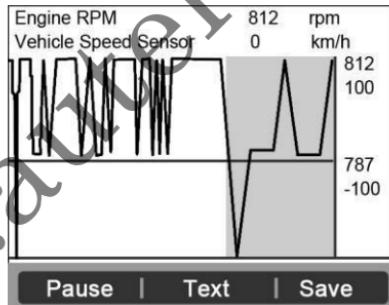

Рисунок 6.12
- Если в нижней части при выборе данных о параметрах появляется пункт "**Graphics**" (График), доступна графическое представление данных. Выберите **Graphics** для просмотра графика. (Рисунок 6.12) На экране появляются название данных о параметрах, текущее значение, максимальное и минимальное значения.